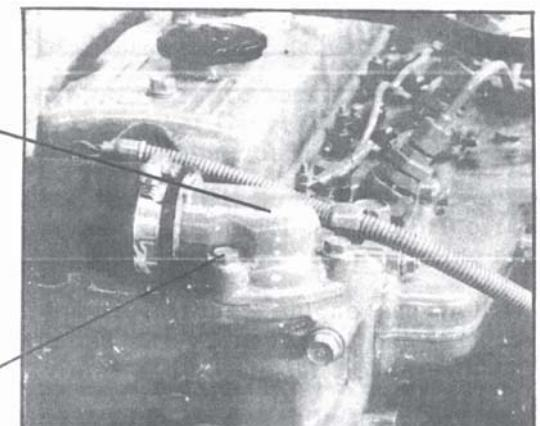

Рис. 20
- Выкрутите три болта в основании верхней части корпуса (1) и снимите верхнюю часть (2) (рис. 20).
7. Если во время разборки была повреждена изоляция, замените ее. Закрепите крышку корпуса тремя позиционными болтами (1) рис.20.